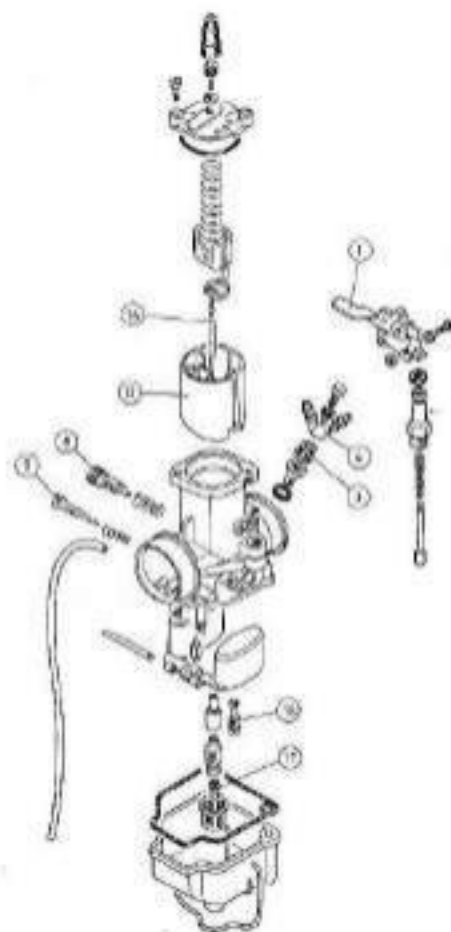

Fig. 11
No obstante, la complejidad de un carburador, a muchos motoristas les interesa conocer sus detalles y particularidades. Para éstos incluimos su dibujo desglosado (Fig. 11).
1. **Ajuste de la marcha lenta (ralenti).** La marcha lenta adecuada es aquella que permite rodar a muy pocas revoluciones en primera velocidad. Para ello, graduar el tornillo 8 situado en el lado izquierdo del carburador (Fig. 11). Para aumentar o disminuir la marcha lenta se debe roscar o desenroscar dicho tornillo 8.
Para graduar la mezcla se dispone del regulador del aire 9 (Fig. 11), situado en el lado izquierdo del carburador. Para determinar la posición del regulador del aire, poner el motor en marcha lenta, roscar el regulador hasta el fondo y luego desenroscar  $\frac{3}{4}$  de vuelta. Si el motor no soporta bien esta graduación, roscar el regulador hasta que el motor tienda a pararse por mezcla demasiado rica. En este momento desenroscar el regulador hasta que el motor tienda a pararse por mezcla demasiado pobre. La graduación más adecuada será la media entre ambas graduaciones.
Cependant, malgré la complexité en général d'un carburateur, beaucoup de motocyclistes désirent en connaître les détails et particularités. Pour cette raison, nous incluons une vue éclatée (Fig. 11).
1. **Réglage du ralenti.** Le ralenti correct est celui qui permet de rouler en première à peu de tours-minuts. Pour l'obtenir agir sur la vis 8 situé sur le côté gauche du carburateur (Fig. 11). Pour augmenter ou diminuer le ralenti, visser ou dévisser cette vis 8.
Pour régler le mélange, on dispose du régulateur d'air 9 (Fig. 11) situé sur le côté gauche du carburateur. Pour déterminer la position adéquate du régulateur d'air, mettre le moteur à bas régime, visser à fond le régulateur, puis dévisser de trois quarts de tour. Si le moteur ne supporte pas bien ce réglage, visser le régulateur jusqu'à ce que le moteur ait tendance à s'arrêter parce que le mélange est ce que le moteur ait tendance à s'arrêter parce que le trop riche. A ce moment-là, dévisser le régulateur jusqu'à mélange est trop pauvre. Le réglage le plus adéquat sera celui qui est à mi-course entre ces deux réglages.
Although a carbureter is quite complicated, many riders want to know more about its peculiarities and details, and for them we include an exploded view (Fig. 11).
1. **Adjusting the idle.** A proper idle allows to run at low r.p.m. in first gear. To obtain this condition, adjust idle screw 8 located on the left side of carburetor (Fig. 11).
To adjust the mixture at idle, use the air screw 9 (Fig. 11) located on the left side of carburetor. To set the air screw, let the engine run at idle, rotate the screw CW until its bottom, and then back it off 3/4 of a turn. If the engine does not idle well at this setting, rotate the air screw CW until the engine dies because the mixture is too rich. Back off the screw until the engine dies because the mixture is too lean. The best setting will be the half distance between both settings.